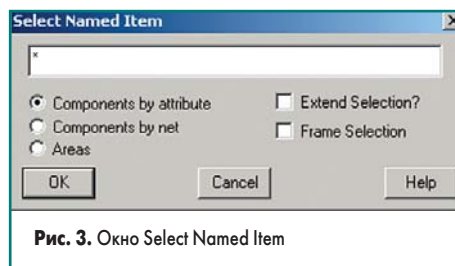

Рис. 3. Окно Select Named Item
- Выполним команду меню Select/Named Item. На экране появится окно Select Named Item (рис. 3).